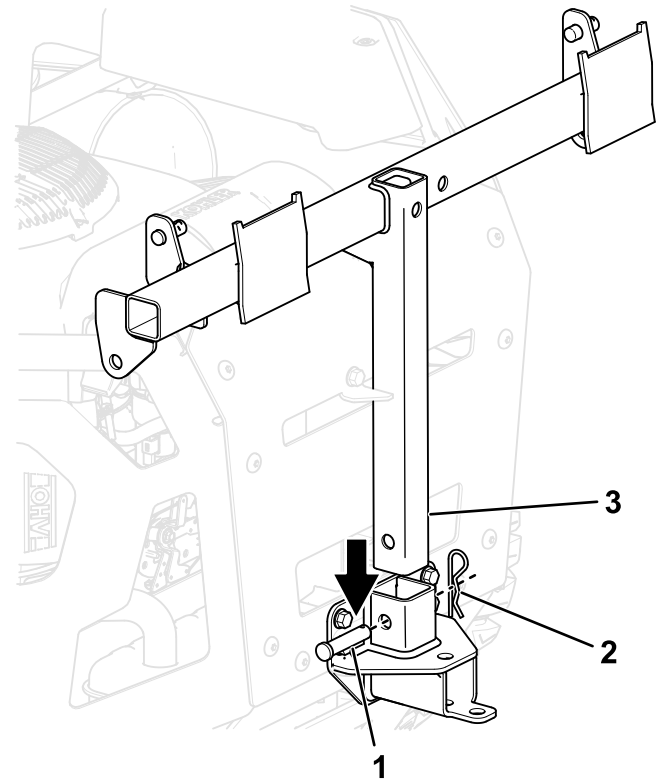

Bild 15
4. Befestigen Sie den Heckfangsystemrahmen an der Befestigungshalterung des Heckfangsystems mit dem langen Lastösenbolzen und einem Splint (Bild 15).